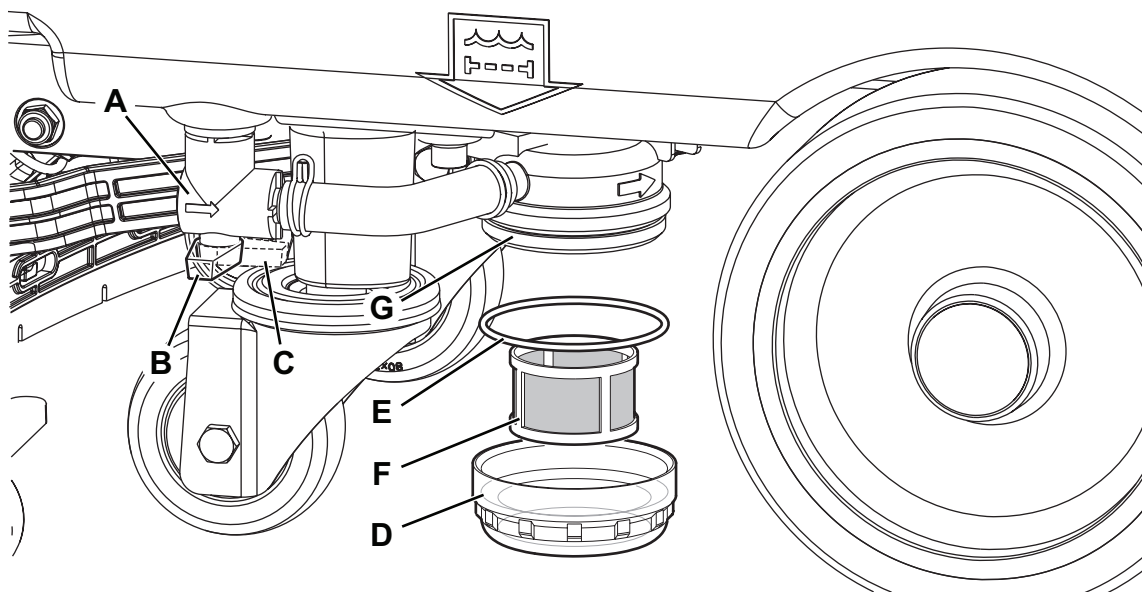

Afbeelding 6
2. Controleer of de machine is uitgeschakeld en de stekker van de voedingskabel (4) van het stroomnet is ontkoppeld.
3. Voer het water af uit de tank met de slang (11).
4. Breng de afdekking (31) omhoog.
5. Reinig en was de binnenkant van de tank (30) en de afdekking met schoon water.
6. Reinig het aanzuigrooster (28), koppel de houders (A, Afb. 6) los, open het rooster (B) en neem de vlotter (C); reinig deze daarna zorgvuldig en plaats terug.
7. Demonteer de verzamelbak voor grof vuil (D) en open het deksel ervan. Reinig de bak zorgvuldig en monteer hem weer op de aanzuigslang.
8. Controleer of de pakking (E) van de afdekking van de tank heel is.